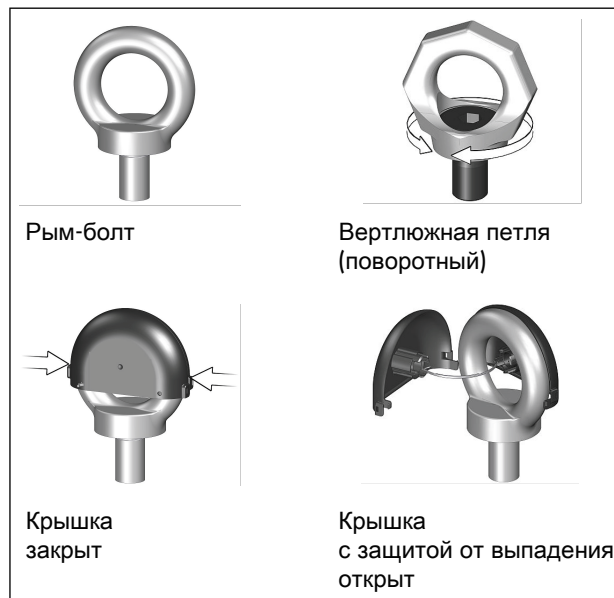

Рис. 5: Защита от выпадания на рым-болте/вертлюжной петле
1. Откройте и снимите крышку рым-болта, слегка надавив на два боковых зажимных соединения, см. Рис. 5.
6. После установки снимите подъёмные стропы, установите и закройте крышку рым-болта, см. Рис. 5.